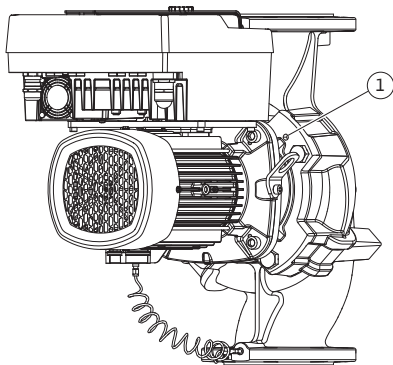
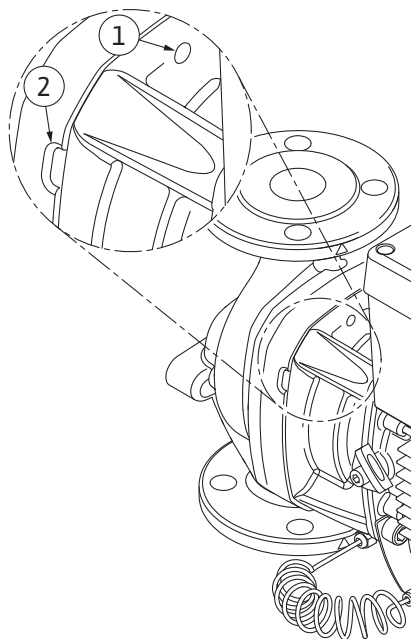

Fig. 103: Trykke av motor-løpehjulsenheten via gjengehull
Fig. 104: Gjengehull og spor for å trykke av motor-løpehjulsenhet fra pumpehuset
11. Løsne skruen (Fig. I/III, pos. 10, Fig. II/IV, pos. 29) som holder holdeplaten til differansetrykkiveren. Trekk differansetrykkiveren (Fig. I, pos. 8) med holdeplaten til siden, og la dem henge på trykkmåleledningene (Fig. I, pos. 7). Koble fra tilkoblingskabelen til differansetrykkiveren i elektronikkmodulen, eller løsne og trekk av på pluggforbindelsen.
12. Løsne skruene pos. 29 for pumpetype (Fig. III, IV). Bruk de to gjengehullene (Fig. 103, pos. 1) ved siden av og egnede skruer som er klargjort på monteringsstedet (f.eks. M10 x 25 mm). Trekk motor-løpehjulsenheten av pumpehuset. Bruk de to gjengehullene M10 (se Fig. 104) og egnede skruer som er klargjort på monteringsstedet (f.eks. M10 x 20 mm), for pumpetypen (Fig. I og Fig. II). Sporene (Fig. 104, pos. 2) kan også brukes til avtrekking. Plasser f.eks. to skrutrekke og bruk dem som løftestang. Etter at den har blitt trykket ut ca. 15 mm, føres ikke motor-løpehjulsenhet lenger i pumpehuset.